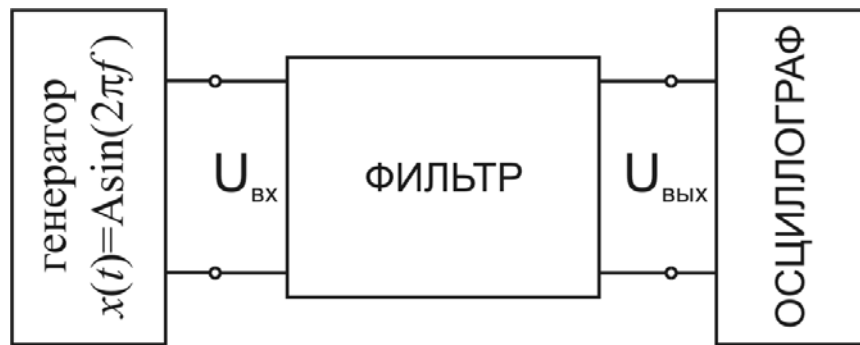

Рис. 5 Блок-схема экспериментальной установки для изучения свойств RC-фильтров.
Блок-схема экспериментальной установки представлена на рис. 5. Основными элементами являются генератор гармонического сигналов, частота f которого может быть задана в процессе эксперимента. Сигнал генератора подается на вход НЧ или ВЧ RC-фильтра. Сигнал на выходе фильтра визуализируется с помощью осциллографа.
- 1) Соберите экспериментальную установку в соответствии с блок-схемой, представленной на рис. 5, подключив фильтр нижних частот.
- 5) Зная номиналы резистора и конденсатора ФНЧ с помощью формулы (8) определите теоретическое значение частоты среза и, используя (6), постройте теоретическую АЧХ – $A(f)$ на одном графике с кривой, полученной в эксперименте (значения на оси абсцисс нормировать на f_{cp} не нужно). Сопоставьте результаты, полученные в эксперименте с теоретическими расчетами.
- 6) Соберите экспериментальную установку в соответствии с блок-схемой, представленной на рис. 5, подключив фильтр верхних частот.
- 9) Зная номиналы резистора и конденсатора ФНЧ с помощью формулы (10) определите теоретическое значение частоты среза и используя (6) постройте теоретическую АЧХ – $A(f)$ на одном графике с кривой, полученной в эксперименте (значения на оси абсцисс нормировать на f_{cp} не нужно). Сопоставьте результаты, полученные в эксперименте с теоретическими расчетами.